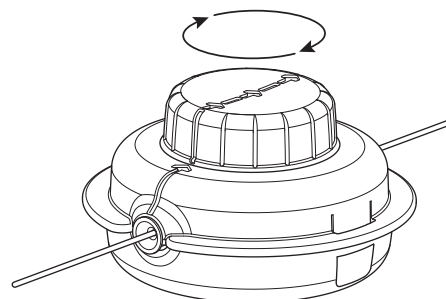

Fig. 15
5. Gire la perilla de impacto en el sentido de las agujas del reloj para enrollar el hilo hasta que sobresalgan aproximadamente 5 pulgadas (12.7 cm) por cada lado del cabezal de corte (Fig. 15). **NO** oprima la perilla de impacto mientras se enrolla el hilo.